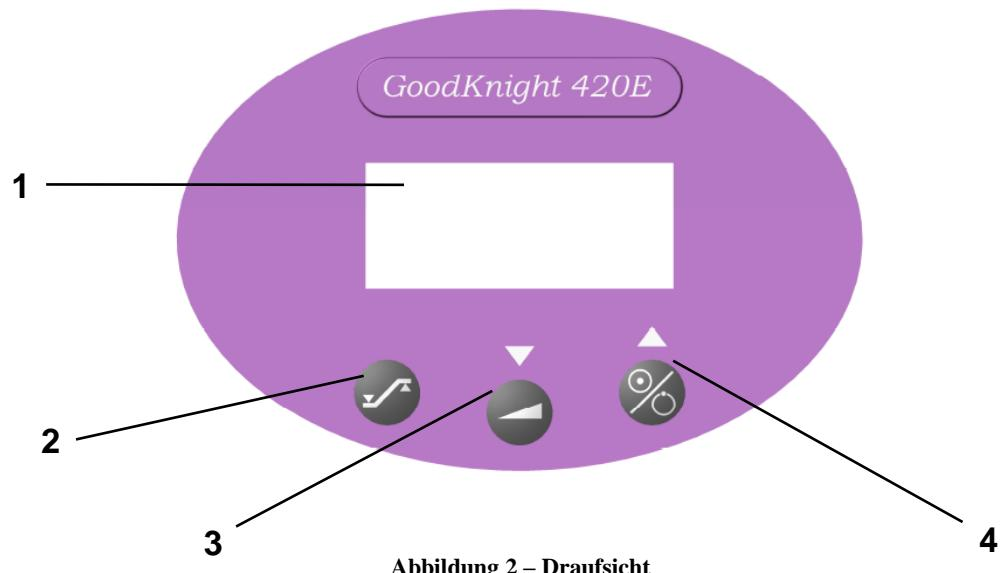

Abbildung 3 – Frontansicht
1. Schließen Sie das Schlauchsystem an das CPAP-Beatmungsgerät an. Hierbei müssen Sie zunächst den dünnen Druckmessschlauch, der aus dem Konnektor des flexiblen Schlauchs herausgeführt ist, mit dem Druckmessanschluss am Gerät verbinden (siehe Ziffer 5 der Abbildung 3 – Frontansicht auf Seite 37). Schließen Sie nun den Konnektor des flexiblen (dicken) Schlauchs an den Anschluss für die Luftpumpe an (siehe Ziffer 6 der Abbildung 3 –Frontansicht auf Seite 37).